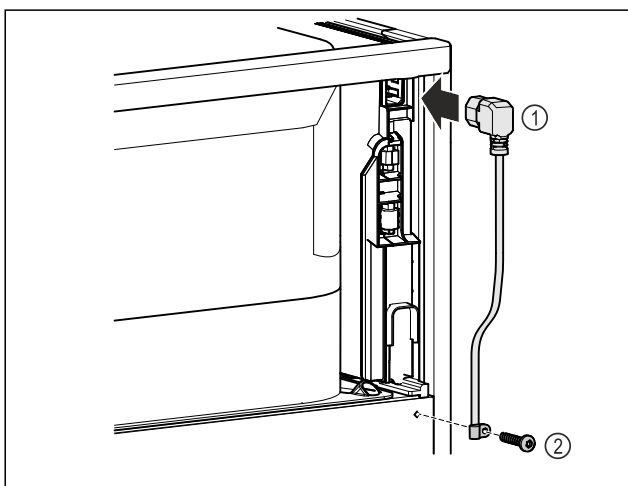

Fig. 48
- Netsnoer Fig. 48 (1) in de koudapparaatbus aan de achterkant van het apparaat steken.
- Trekontlasting monteren. Fig. 48 (2)